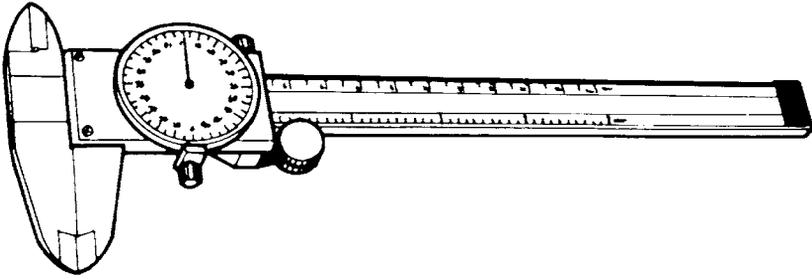

Рис. 5.12. Штангенциркуль с циферблатом используется для измерения пинов, ключей и заготовок (С разрешения компании Ilco Unican Corp.)
- Штангенциркуль с циферблатом (рис. 5.12)